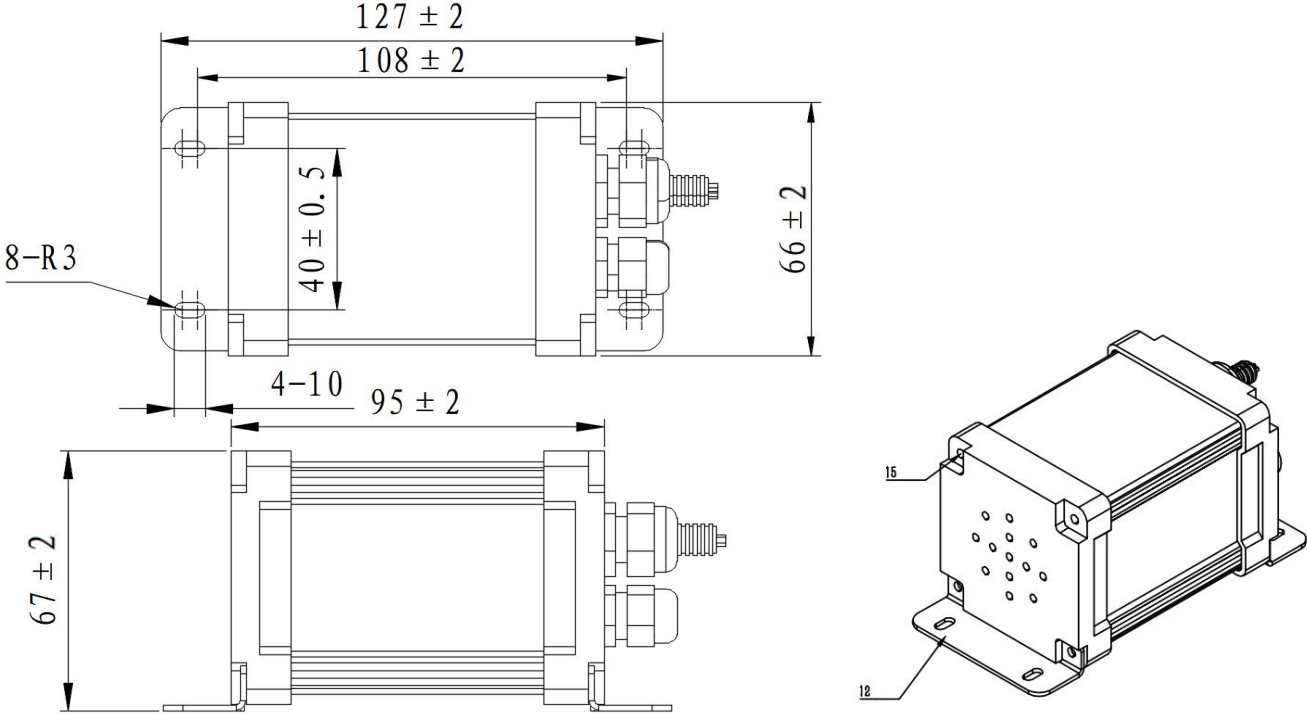

图 1 QRR0.05G/S-PFK 外形尺寸图
- 7.1 根据防护空间体积计算所需 QRR0.05G/S-PFK 灭火装置数量，确定好数量后，将灭火装置固定，产品外形尺寸如图 1 所示；